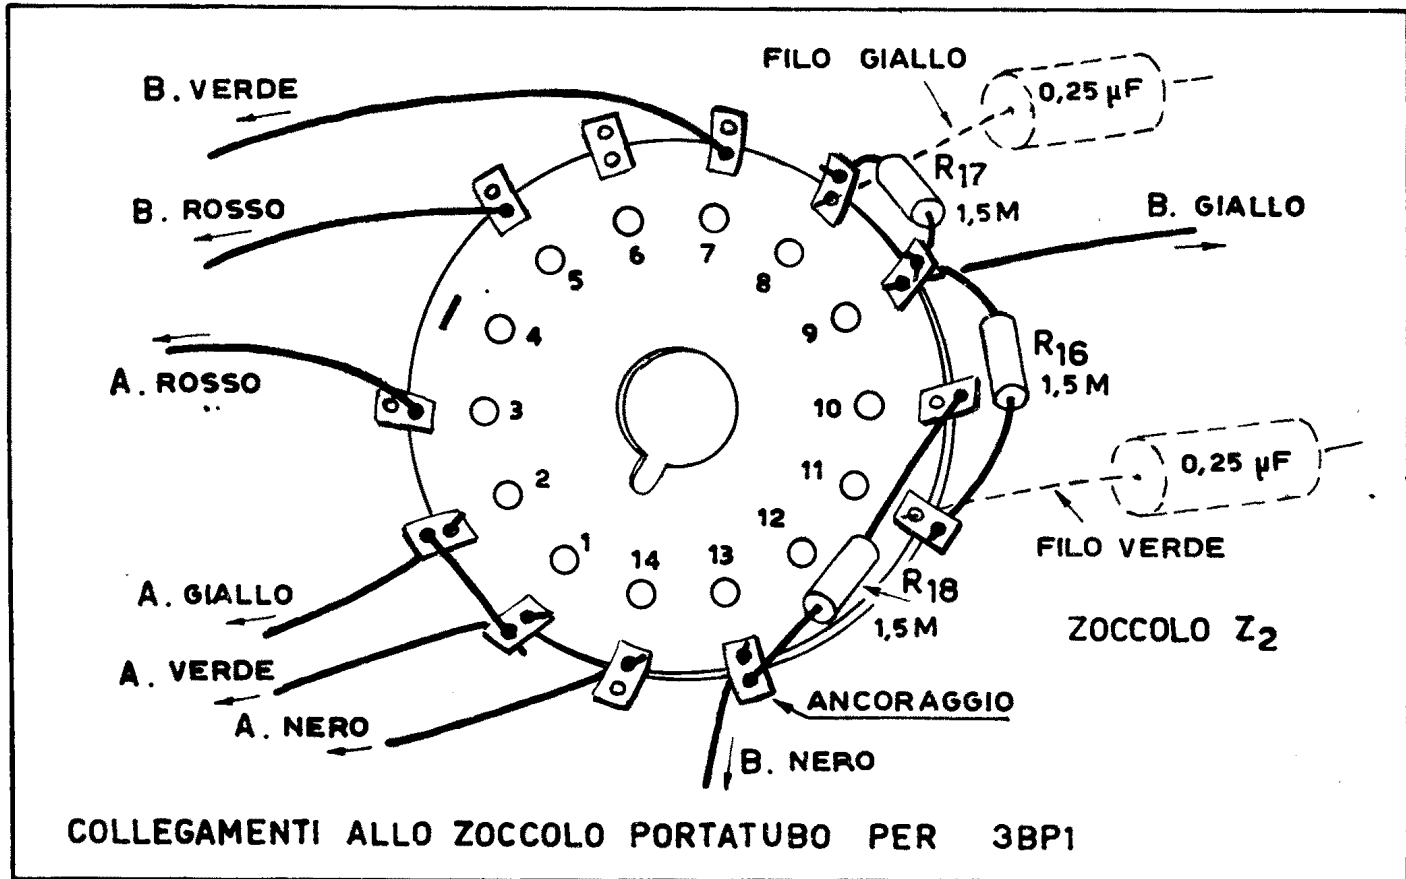

Fig. 12
a) - SALDI IL FILO A-NERO AL PIEDINO 14 DELLO ZOCCOLO PER IL TUBO 3BP1 (P14Z2), NEL FORO PIU' PICCOLO (fig. 12).